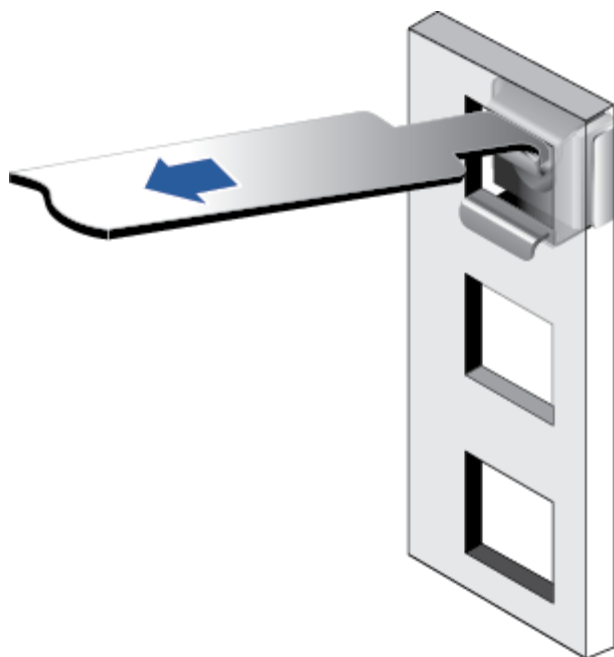

图 4-3 在机柜中安装浮动螺母
- 3) 用浮动螺母安装条牵引浮动螺母的上端扣在机柜前的方孔条上，如图 4-3 所示。